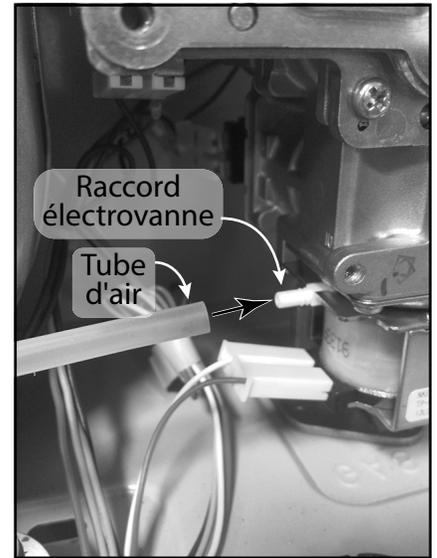

Figure 49
- 5.4 Débranchez le tube d'air transparent se trouvant à gauche de l'électrovanne du gaz (Figure 49).
- 6.5 Fixez le tube transparent d'apport d'air depuis la base de la chambre de combustion au raccord situé sur la paroi gauche de l'électrovanne du gaz, voir Figure 49, page 58.